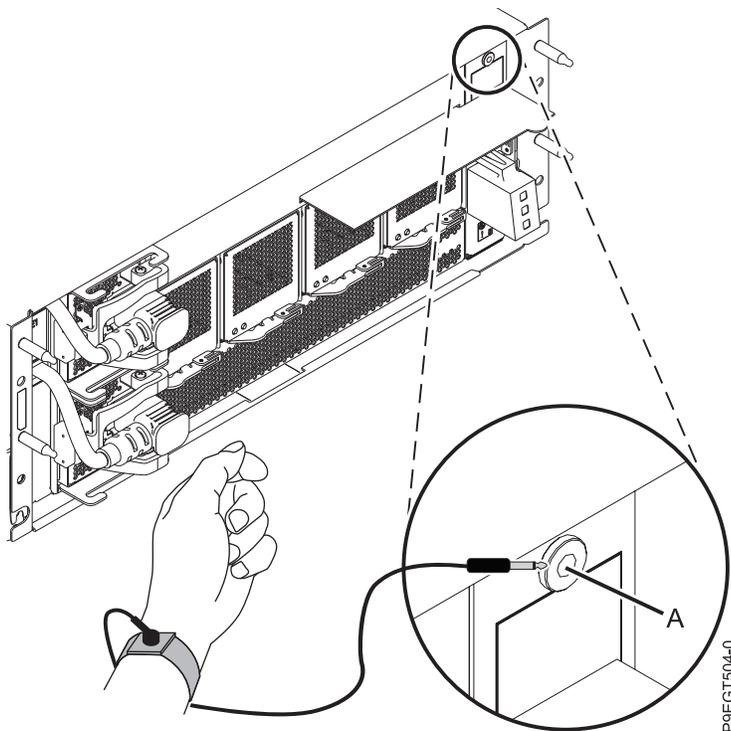

Figura 2. Fijación de la muñequera antiestática ESD en la clavija ESD frontal
4. Póngase la muñequera antiestática para descargas electrostáticas (ESD). Su sistema tiene una clavija ESD. Coloque la muñequera antiestática ESD en la clavija ESD que se halla en la parte frontal del sistema. Vea la Figura 2.